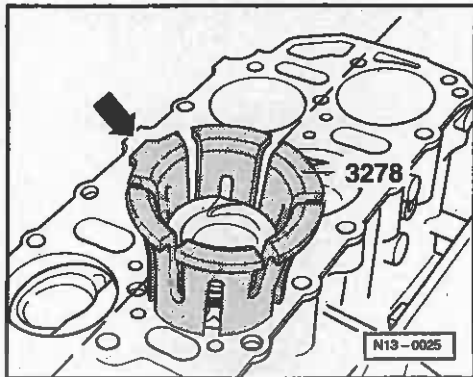

Bild 5 Montera kolven med 3278
- ◆ monteras med 3278 ⇒ bild 5